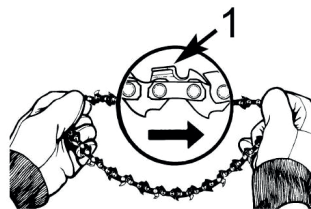

Рисунок 4
- Растяните цепь так, чтобы резцы были направлены ПО ЧАСОВОЙ СТРЕЛКЕ к вращению (Рис. 4).